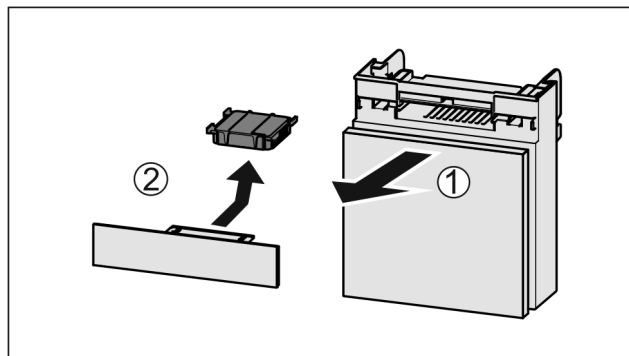

Fig. 143
- Tërhiqni kutinë nga përpara Fig. 143 (1).
- Hiqni filtrin me karbon aktiv Fig. 143 (2).